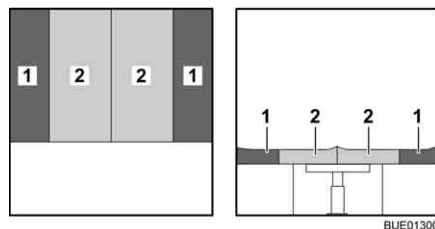

Fig. 117 Dopo la trasformazione
- Posizionare i cuscini dello schienale (Fig. 117,1) tra i cuscini del divano e la parete. Rispettare la forma cuneiforme.